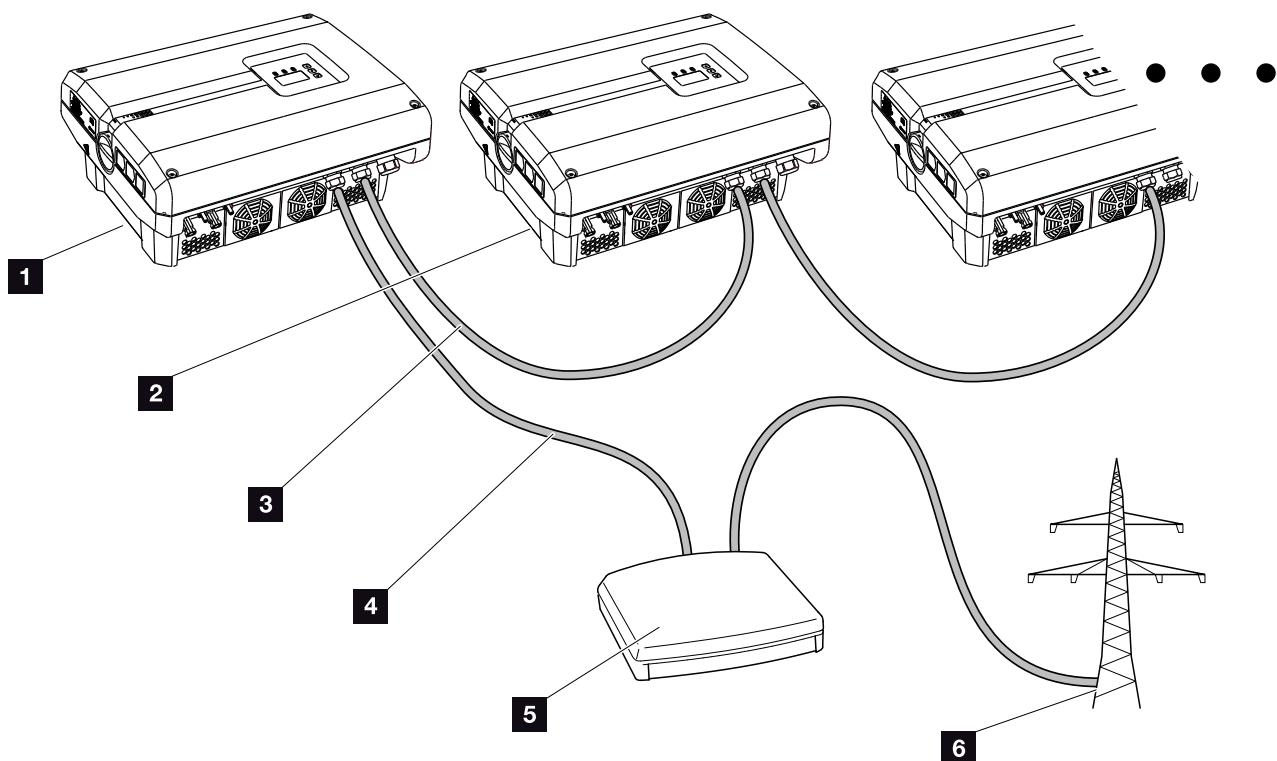

Fig. 51: Konfiguration fjernovervågningsmodtager med flere vekselstrømsomformere (ethernet-forbindelse)
- Fig. 51**
3. Tilslut fjernovervågningsmodtageren ved Master-vekselstrømsomformeren **Fig. 51 pos. 1** ved tilslutningsklemmen analoginterface (10-polet).